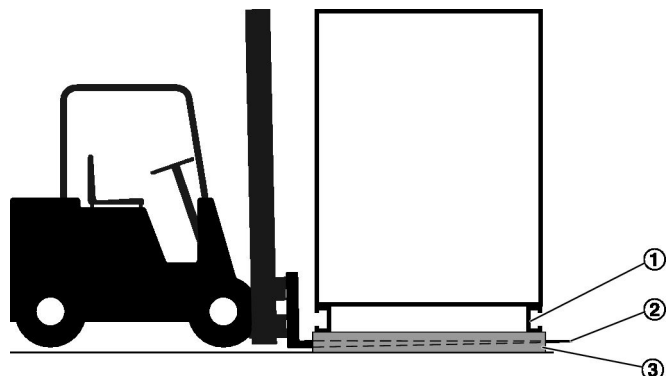

Abb. 6: Transport mit dem Gabelstapler
- 1 ▶ Die Gabeln (Abb. 6 /3) des Gabelstaplers so weit zwischen die Transporthölzer/Einwegpalette (Abb. 6 /2) fahren, dass sie auf der Gegenseite unter dem Grundrahmen (Abb. 6 /1) herausragen.